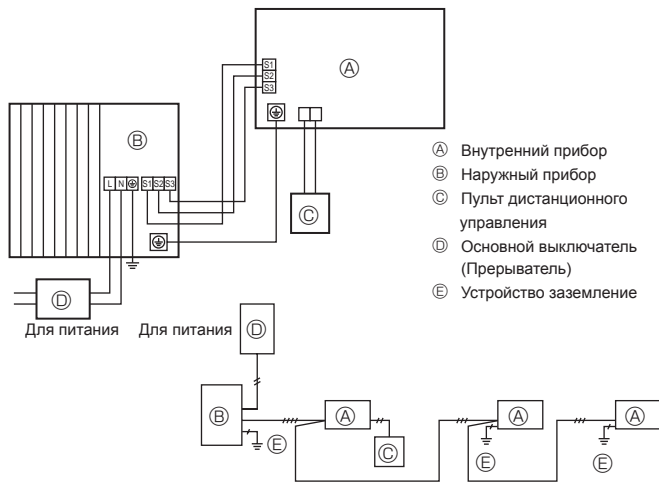
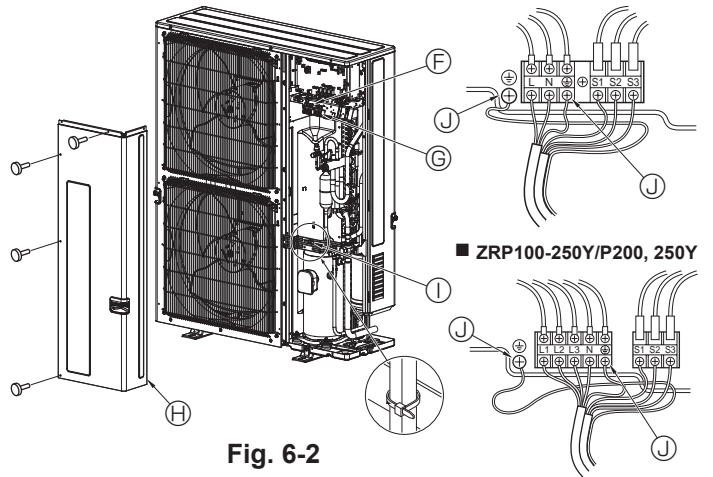

Fig. 6-1
Fig. 6-2
### 6.1. Наружный прибор (Fig. 6-1, Fig. 6-2)
- ① Снимите защитную панель.
- ② Подсоедините кабели, как указано на Fig. 6-1 и Fig. 6-2.